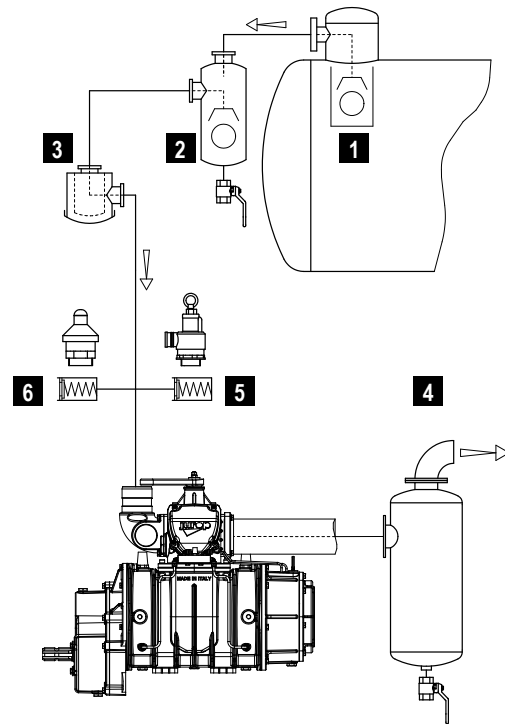

Рис. 4.2
- Необходимо также, чтобы на линии был подходящий воздушный фильтр для предотвращения попадания в вакуумный насос твердых веществ. Рекомендуется установить вторичный отсекающий клапан типа «плавающий шар» (Рис 4.2 - поз. 2) между вакуумным насосом и переливным отверстием (первичный отсекающий клапан), наряду с вышеупомянутым воздушным фильтром (Рис. 4.2 – поз. 3).